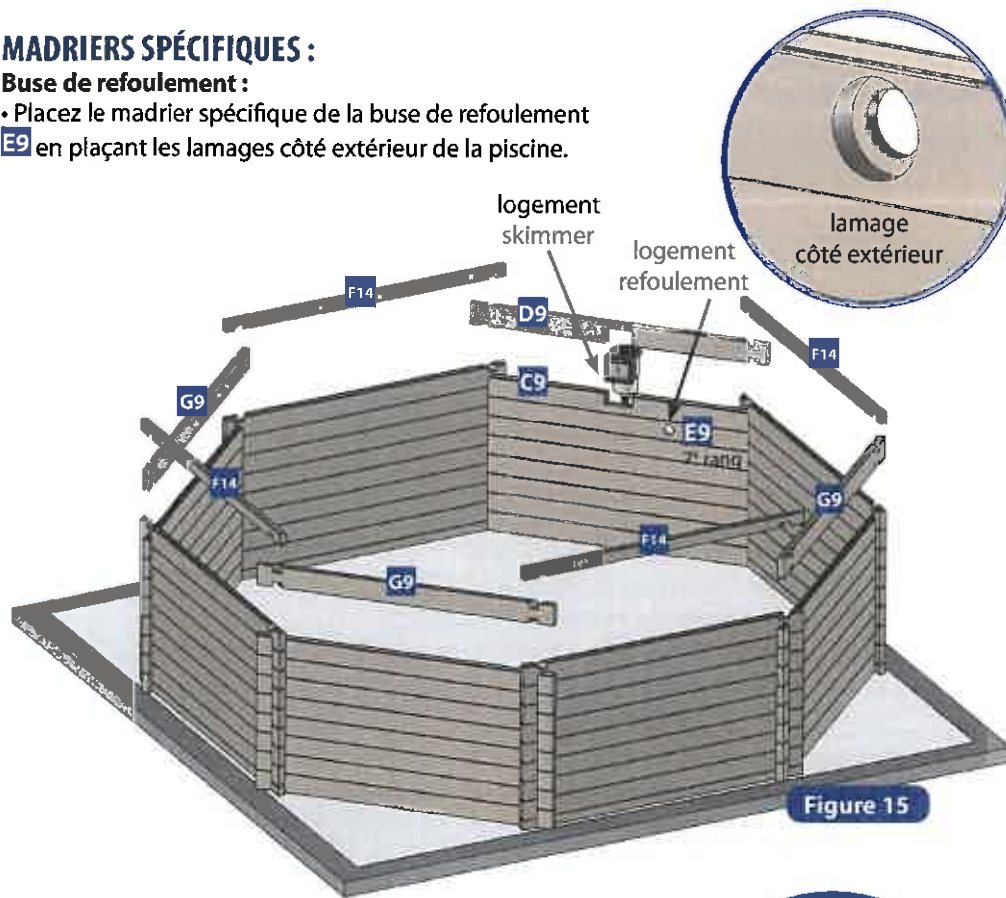

Figure 15
- Placez les madriers spécifiques au skimmer face aux vents dominants. Les madriers **C9** et **D9** se positionnent toujours sur un pan commençant par un madrier **A18** (figure 15).